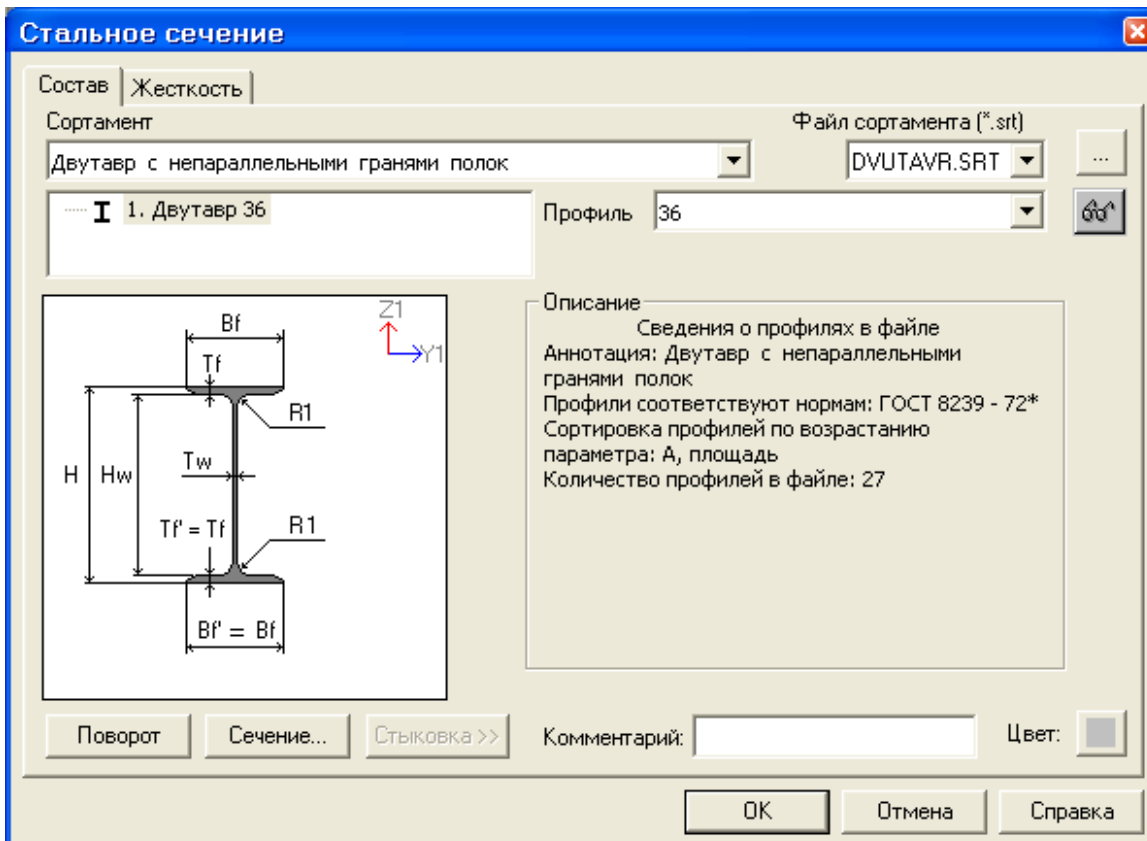

Рис.3.9. Диалоговое окно Стальное сечение
- В диалоговом окне **Стальное сечение** (рис.3.9) задайте параметры сечения **Двутавр**: